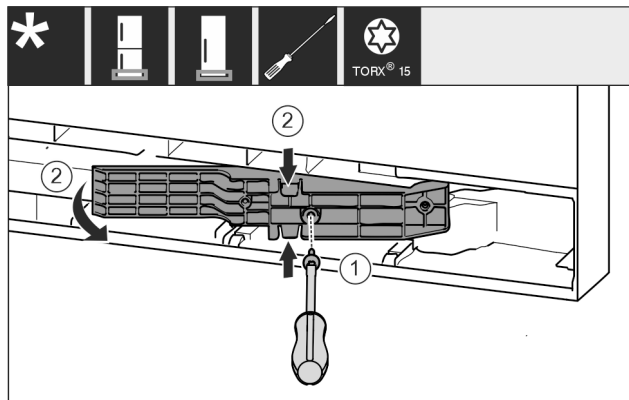

Fig. 18 \*
- ▶ Desserrer les vis avec un tournevis T15. Fig. 18 (1)\*
- ▶ Sortir l'adaptateur. Fig. 18 (2)\*